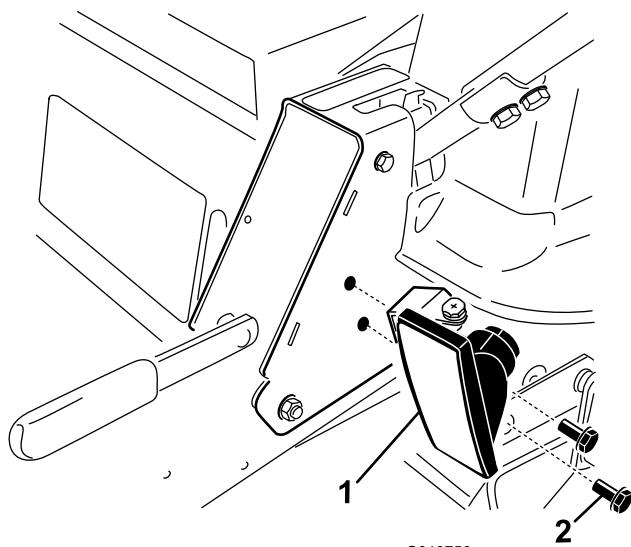

Figure 9
4. Montez le feu sur le châssis, trou d'évacuation en bas, en utilisant les trous percés et deux vis autotaraudeuse (1/4 x 1/2 po), comme montré à la Figure 9. Ne serrez pas à ce stade.